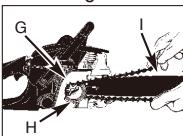

Fig. 3E
8. Før kæden omkring kædehjulet (G), og bag koblingen (H). Sørg for at kædesammensætningerne passer med tandhjulet. (Fig.3E )
enden af sværdet. (Fig. 3E)